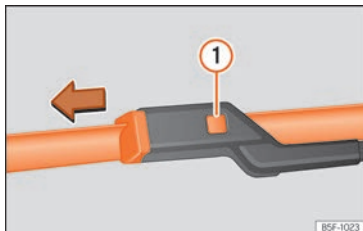

Abb. 41 Scheibenwischerblätter vorne auswechseln.
- Entriegelungstaste » » Abb. 41 ❶ gedrückt halten und gleichzeitig das Scheibenwischerblatt in Pfeilrichtung abziehen.